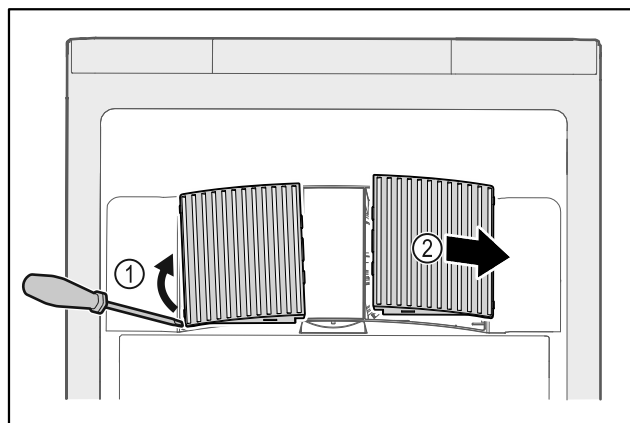

Fig. 171
- Lirk ut ventilatordekslene fra siden Fig. 171 (1), og ta dem ut forover Fig. 171 (2).